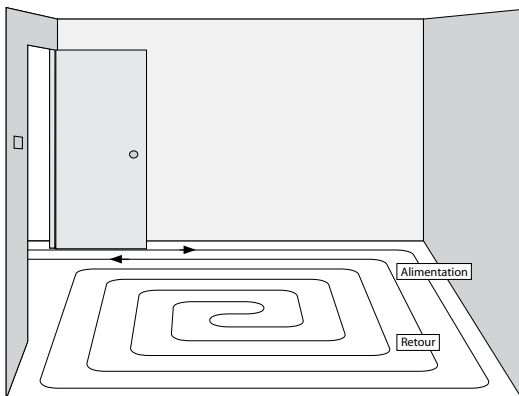

Figure 6-4 : Tuyauterie à contre-courant
**Contre-courant** — Utilisez cette disposition lorsque la perte de chaleur dans une pièce est distribuée de manière uniforme ou si le plancher en représente la principale source. Faites circuler l'eau d'alimentation le long de la façade extérieure de la pièce, en spirale vers l'intérieur. Lorsque la tuyauterie a atteint le centre de la pièce, faites circuler le retour en spirale vers l'extérieur. On installe souvent la tuyauterie 15 cm (6 po) centre à centre à une distance entre 30,5 cm et 46 cm (12 et 18 po) du mur extérieur pour améliorer le temps de réponse (voir **Figure 6-4**).